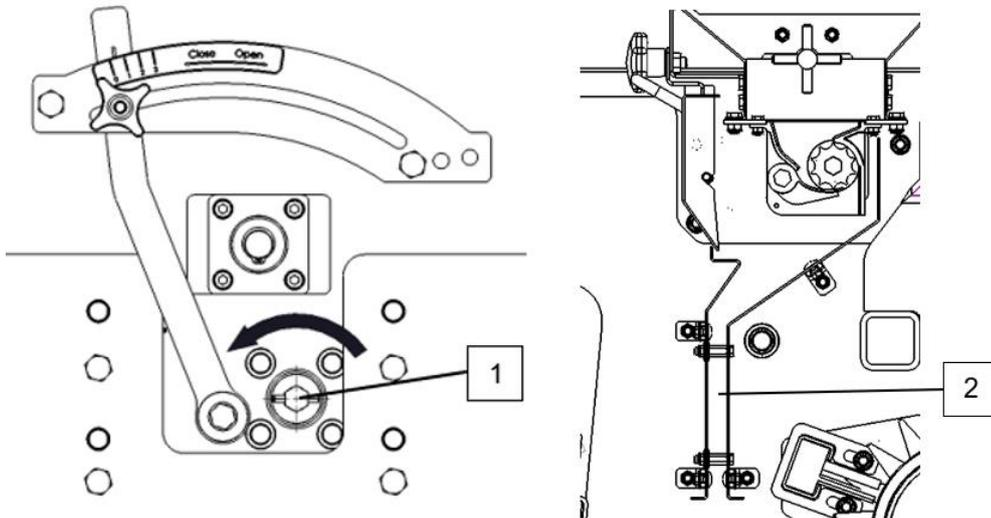

Fig. 5-1
- Vérifier que l'arbre entraînant les tasses à semences tourne sans à-coups. L'arbre (1) doit pouvoir être tourné à l'aide d'une clé sans force excessive lorsque la trémie est vide. Tourner l'arbre dans le sens indiqué par la flèche. (Voir Fig. 5-1)
- Vérifier que le passage de la semence (2) n'est pas obstrué. (Fig.5-1)